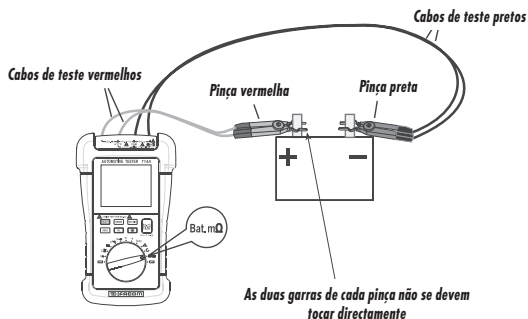

Figura 8
2. Veja a Figura 8, introduza as duas fichas dos dois cabos de teste vermelhos nos dois terminais "Bat⁺" e as fichas dos dois cabos de teste pretos nos dois terminais "Bat⁻".
Prenda a pinça vermelha do terminal positivo da bateria e a pinça preta do terminal negativo da bateria (Figura 8).
Nota: Para uma medição precisa, as duas garras de cada pinça não se devem tocar directamente (Figura 8).